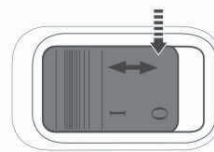

Fig. 17
- > Appuyez une nouvelle fois sur la partie arrière du bouton marche/arrêt [4], celui-ci revient de lui-même en position arrêt (Fig. 17).